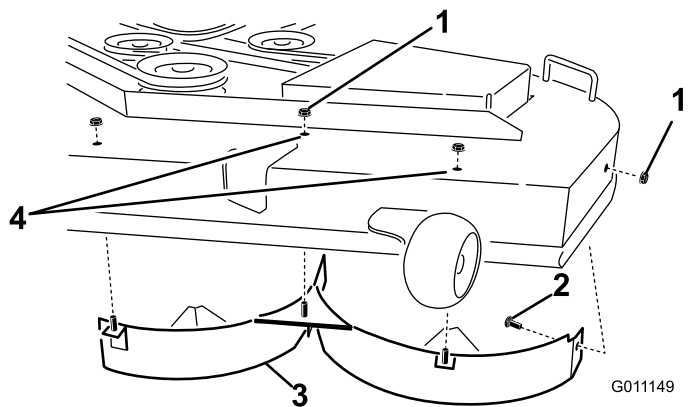

Figura 17
4. Retire las 3 contratuercas (5/16") de las clavijas soldadas del deflector izquierdo, en la parte superior de la carcasa del cortacésped, en las posiciones centro, centro izquierda e izquierda (Figura 17).
5. Retire el perno de cuello cuadrado y la contratuercas, situados en la pared lateral de la carcasa del cortacésped, que sujetan el deflector izquierdo a la carcasa (Figura 17).
6. Retire el deflector izquierdo de la carcasa del cortacésped (Figura 17).
7. Localice los 2 pernos en las piezas sueltas, y utilice las contratuercas existentes para instalar estas fijaciones en los taladros indicados en Figura 17 de la carcasa del cortacésped para evitar que se arrojen residuos al aire.